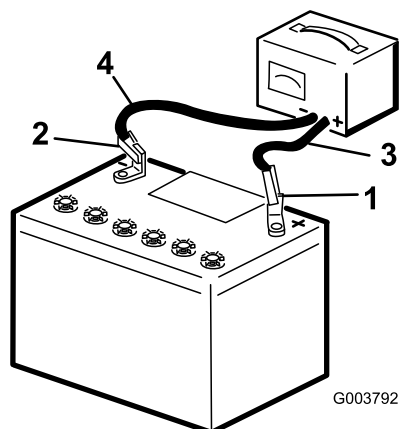

図 39
2. 25-30アンペアで10-15分、または4-6アンペアで30分、バッテリーを充電する **図 39**。充電しすぎないように注意すること。
3. 充電が終わったら、チャージャのプラグをコンセントから抜いてから、チャージャのリード線をバッテリー端子から外す **図 39**。